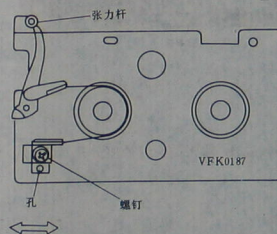

图 1-18 张力杆位置调整
3) 参看图 1-18 安放张力杆调整板, 将固定张力带端夹的螺钉稍微拧松一些。